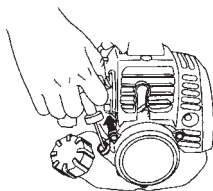

Fig. 14
3. Tire enérgicamente del arrancador de retroceso, tomando la precaución de mantener el asidero bien sujeto para evitar que se escape de la mano. (Fig. 14)